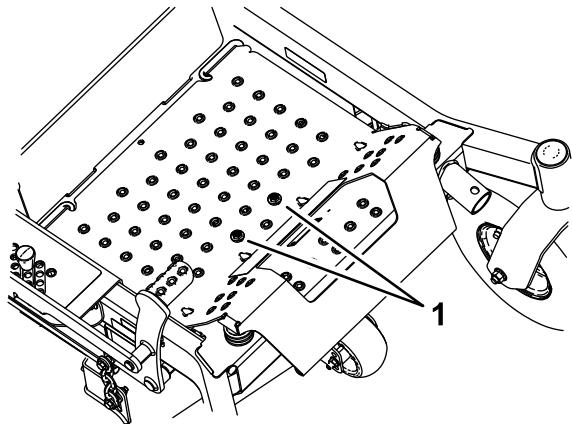

Figure 39
1. Déposez le plancher ainsi que les boulons qui sont fixés dessus (Figure 39).